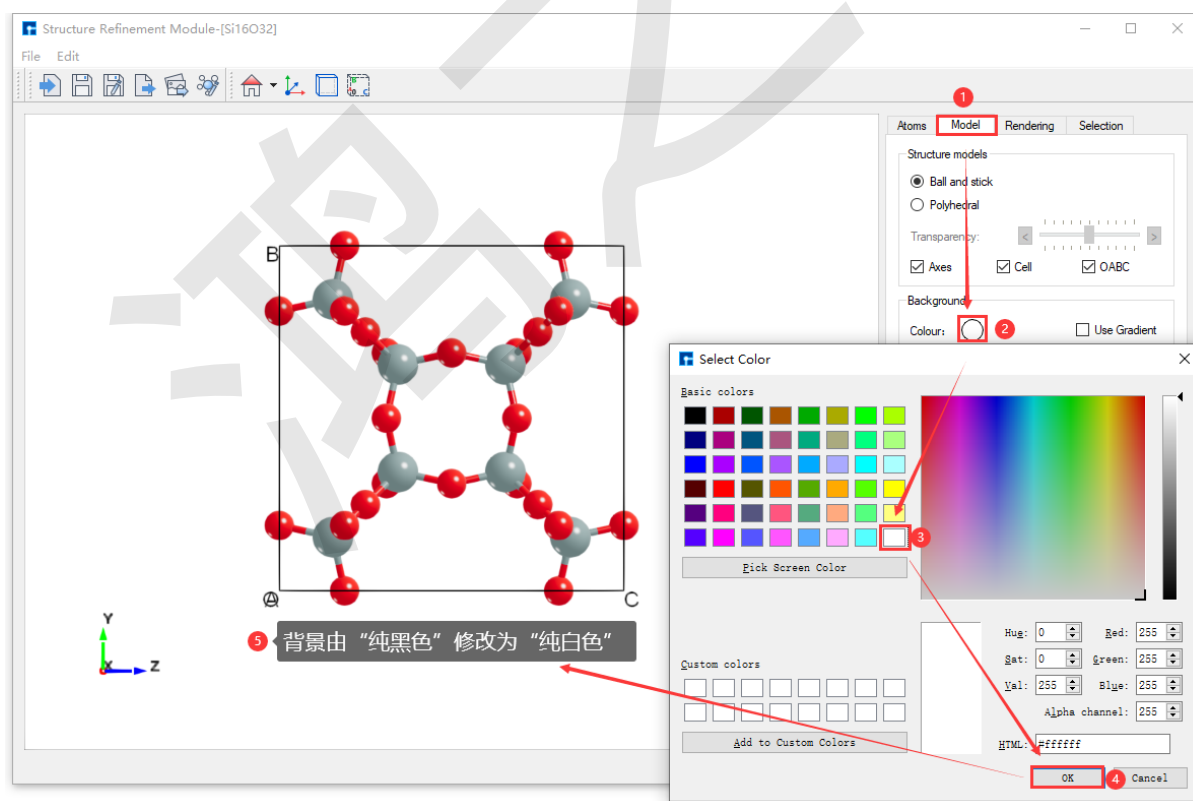

图 7.28: 将显示 Si16O32 晶体结构的背景颜色由纯黑色修改为纯白色的的操作界面
1. 如图 7.28 所示为将显示 Si16O32 晶体结构的背景颜色由纯黑色修改为纯白色的操作界面。